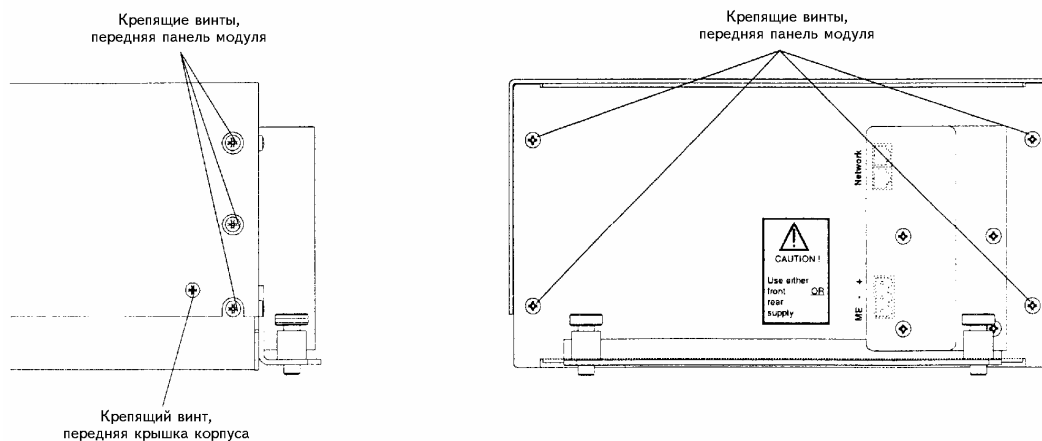

Рис. 15-2. Анализатор MLT 1 (корпус для платформы)
- m** Отверните 6 крепящих винтов в обеих сторон корпуса (Рис. 15-2)
отверните 4 крепящих винта на передней панели (Рис. 15-2).